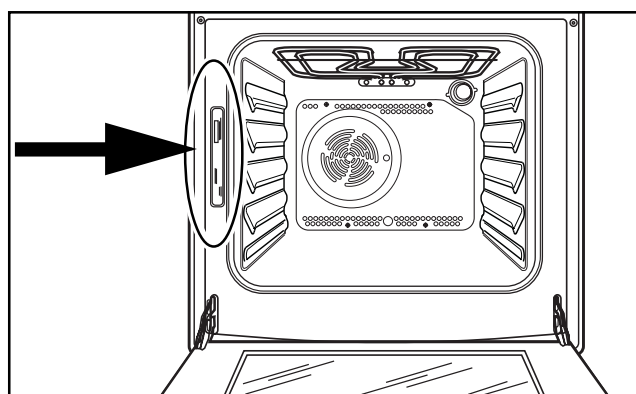

Fig. 25
5. À ce moment là, appuyez sur la touche  (Fig. 25). L'indication du temps s'affiche, les symboles de Fin de cuisson  et de flèche  s'affichent.
En appelant un Service Après Vente, indiquez-lui le modèle, le numéro de produit et le numéro de série de l'appareil. Ces indications figurent sur la plaque signalétique située sur votre appareil. La plaque est située sur la façade de l'appareil (Fig. 25)